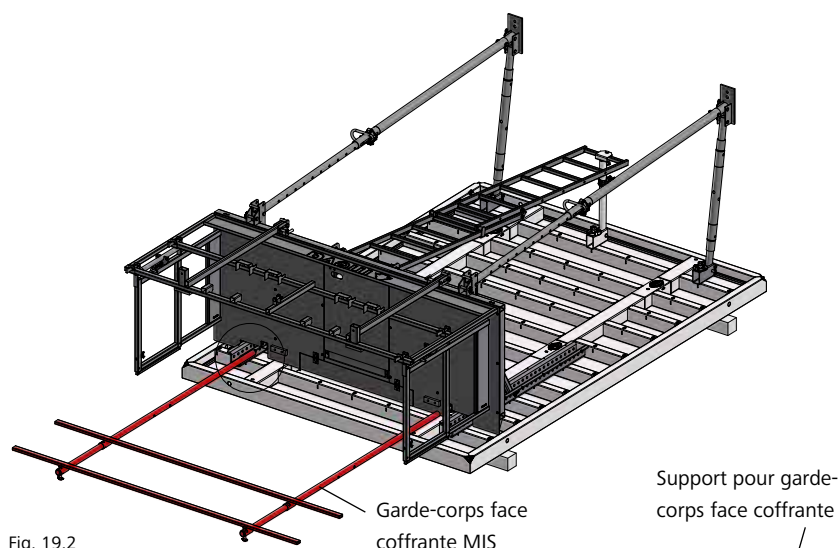

Fig. 19.2
20. Insérer le garde-corps face coffrante MIS dans la mortaise du platelage située à côté des montants (Fig. 19.2 et 19.3).